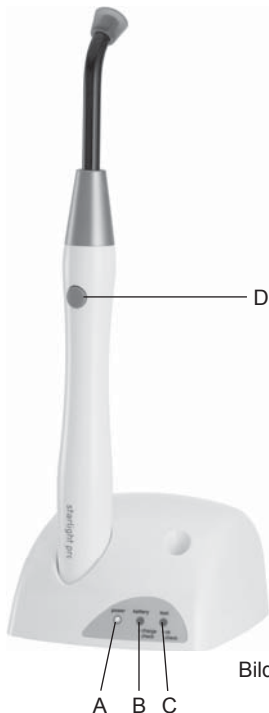
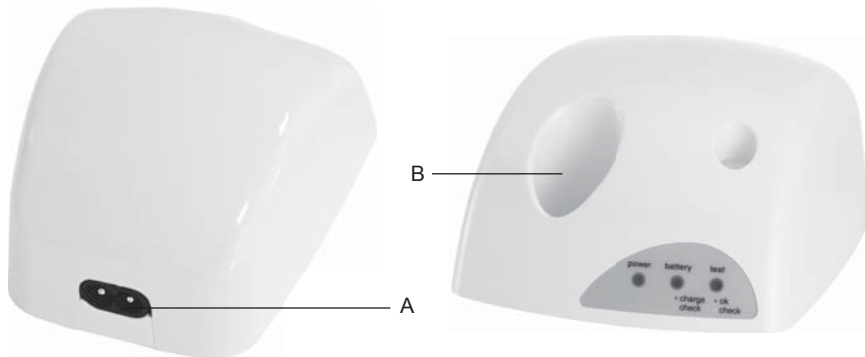

Bild 4
Bild 5
⚠ GEFAHR: Die Elektrokontakte des Ladegeräts nicht mit Metallgegenständen kurzschließen (Bild 5 - Ref.B) und nicht bei eingeschaltetem Gerät anfassen.
Beschreibung der Bedienungselemente (Bild 4):
- 2 Das Stromkabel (Bild 3 - Ref.E) in die Buchse auf der Hinterseite des Geräts stecken (Bild 5 - Ref.A) und an die Wandsteckdose anschließen. Das grüne Led power schaltet ein (Bild 4 - Ref.A).
- 1 ist das Handstück in seinen Sitz in das Ladegerät einzusetzen (Bild 5 - Ref.B). Das grüne Led battery leuchtet auf (Bild 4 - Ref.B).
- 1 Setzen Sie das Handstück in seinen Sitz im Ladegerät (Bild 5 - Ref.B). Das grüne Led Battery leuchtet auf (Bild 4 - Ref.B).
Das Aufleuchten der gelben Leds Battery (check) auf dem Ladegerät signalisiert eine Betriebsstörung der Batterie (Bild 4 - Ref.C).
Nach Beendigung der Behandlung setzen Sie das Handstück Starlight pro in das Ladegerät (Bild 5 - Ref.B).